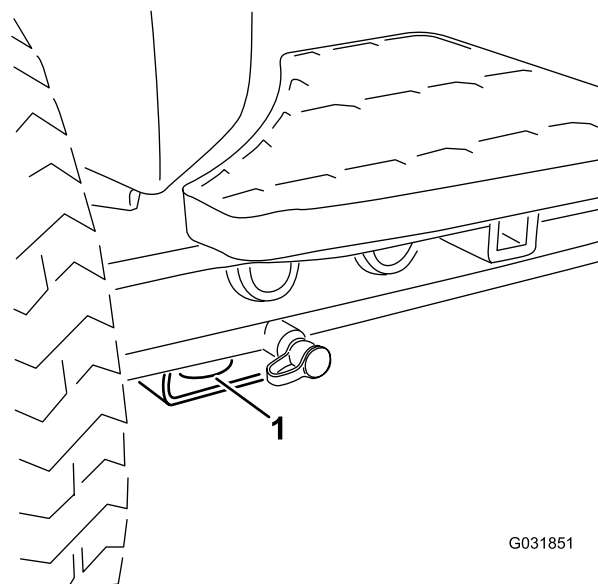

Figure 41
- Avant – trou du patin rectangulaire, sous le tube d'essieu, à l'intérieur de chaque roue avant (Figure 41).